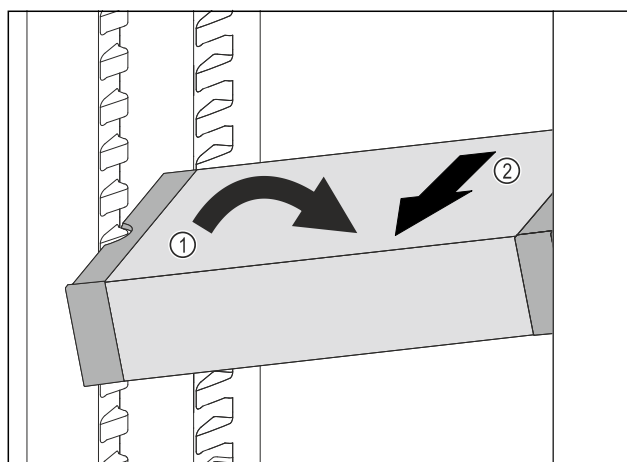

Fig. 132
- ▶ Impostare il vano frigorifero di VarioSafe ad angolo. Fig. 132 (1)
- ▶ Rimuovere VarioSafe tirando in avanti. Fig. 132 (2)